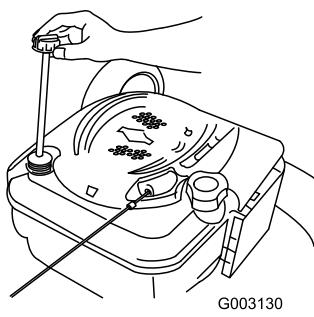

Bild 36
- Nehmen Sie den Peilstab aus dem Öleinfüllstutzen \(Bild 36\).